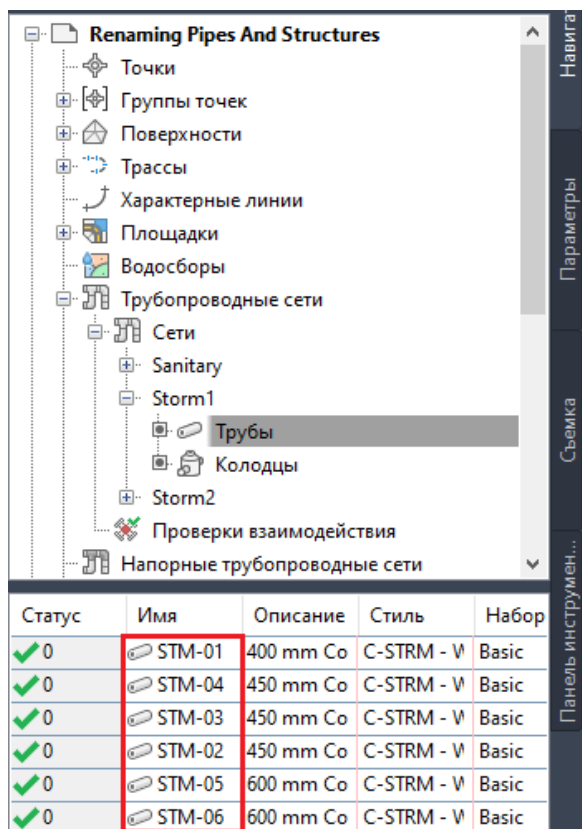

Рис. 3.9. Исправленные имена труб, показанные в области просмотра элемента окна **Навигатор**
24. На панели **Область инструментов** в окне **Навигатор** раскройте заголовки **Трубопроводные сети**, затем **Сети** и *Storm1*. В разделе под заголовком *Storm1* щелкните по пункту **Трубы**. В области просмотра элементов в нижней части окна **Навигатор** должны обновиться имена труб, как показано на рис. 3.9, но порядок их может быть несколько иным.